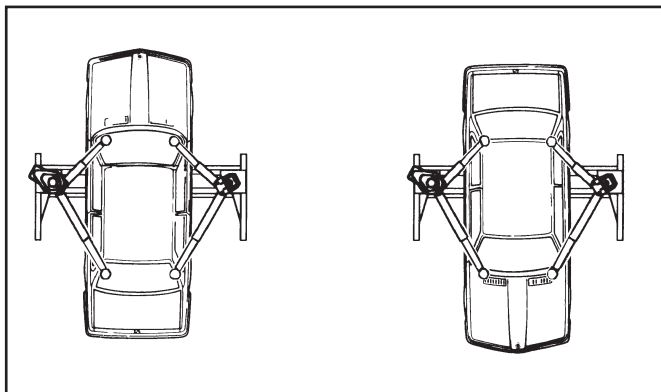

Fig.15 - Abb.15
È estremamente importante posizionare il mezzo sul sollevatore in modo da avere una corretta ripartizione dei pesi sui bracci (fig.15)
- il veicolo sia posizionato in maniera corretta (fig.15)
It is extremely important that the vehicle is positioned on the rack so as to achieve correct load distribution on the arms (see Fig.15).
- the vehicle is correctly positioned (see. fig.15)
Il est très important de bien positionner le véhicule sur l'élevateur pour avoir une répartition correcte des poids sur les bras (fig. 15).
- positionner correctement le véhicule (fig. 15).
Es ist sehr wichtig, das Fahrzeug derart auf der Hebebühne zu positionieren, daß das Gewicht gleichmäßig auf den Armen verteilt ist (Abb.15).
- das Fahrzeug korrekt positioniert ist (Abb. 15);
- el vehículo esté colocado de forma correcta (fig. 15).